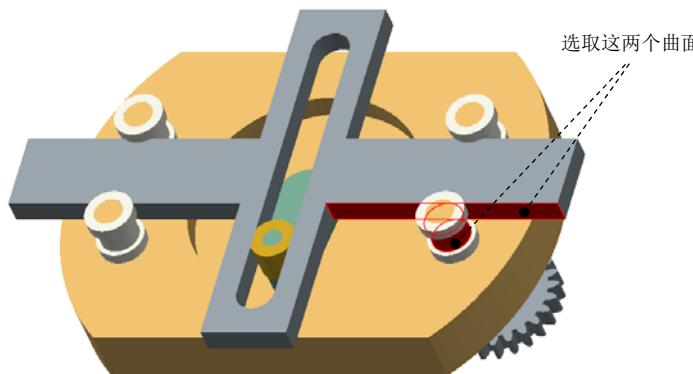

图 9.4.34 选取定义对象
- (1) 选择命令。单击 **机构** 功能选项卡 **连接** 区域中的“3D 接触”按钮 ，系统弹出“3D 接触”操控板。
- (2) 选取定义对象。在机构中选取图 9.4.34 所示的曲面为定义对象。
- (3) 单击操控板中的 按钮，完成连接的创建。